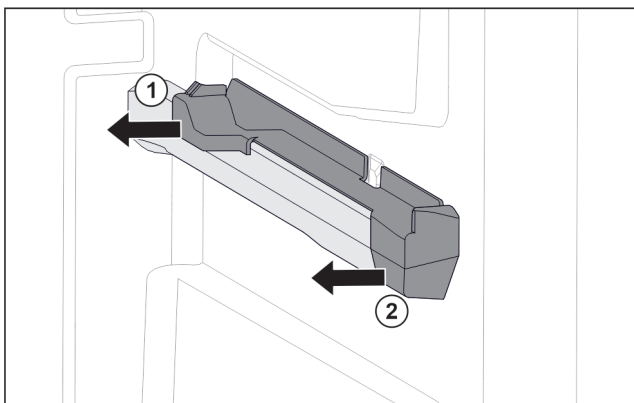

Fig. 31 Nasazovací díl na pravém žebrování na nádoby
- ▶ Stáhněte nasazovací díl vzadu na stranu. Fig. 31 (1)
- ▶ Stáhněte nasazovací díl vpředu na stranu. Fig. 31 (2)